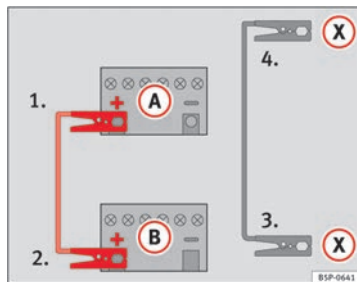

Fig. 173 Esquema de conexión para vehículos con sistema Start Stop.
- **En los vehículos con sistema Start-Stop:** Emborne un extremo del cable *negro* de emergencia (X) a un terminal de masa adecuado, a una pieza de metal maciza que vaya atornillada al bloque motor o al mismo bloque motor ⇒ fig. 173.
5. Emborne el otro extremo del cable *negro* de emergencia (X), en el vehículo con la batería descargada, a una pieza de metal maciza que vaya atornillada al bloque motor o al mismo bloque motor pero más alejado posible de la batería (A).